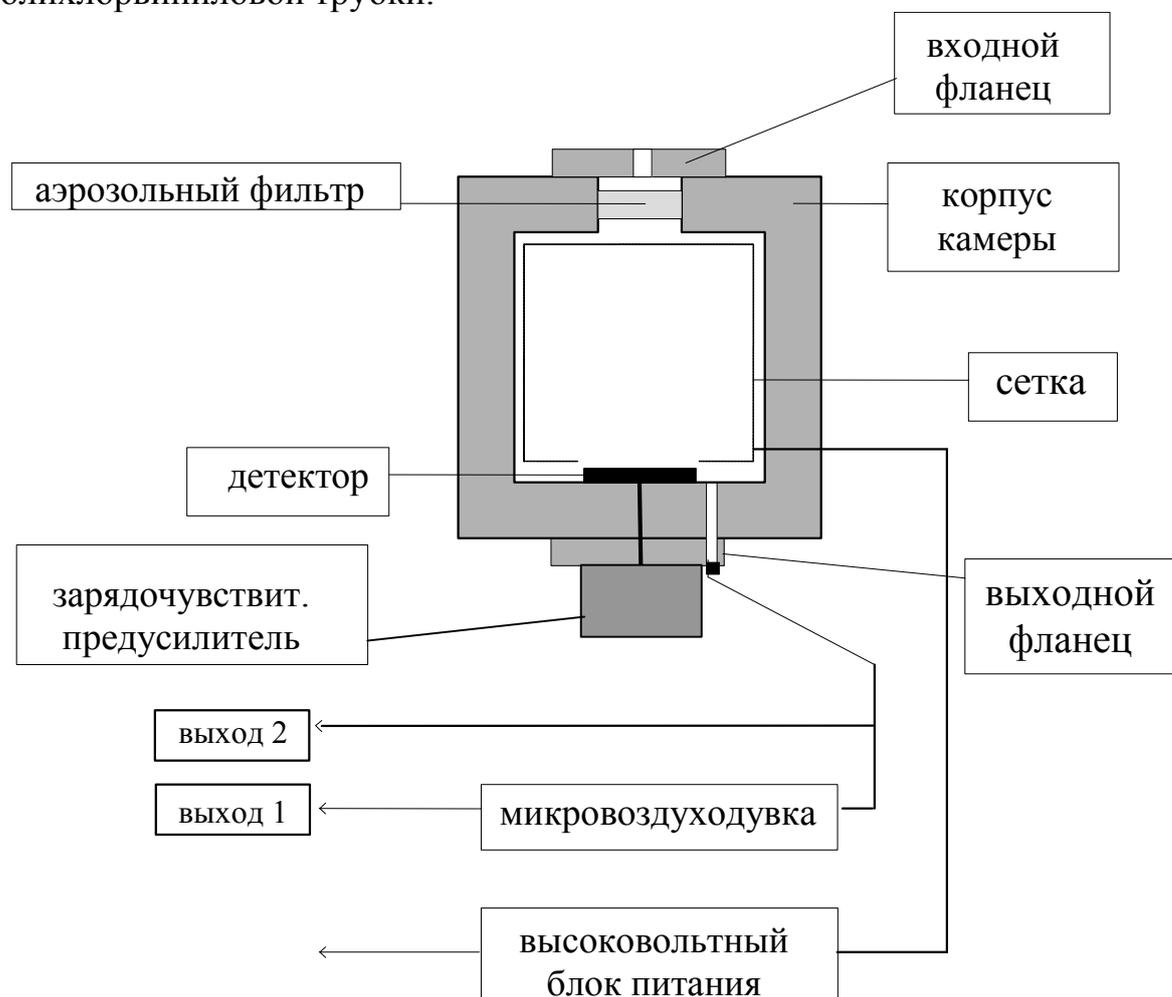

Рисунок 1. Блок детектирования.
1.4.2. Корпус блока детектирования (рис.1) выполнен из пластика и представляет собой пустотелый цилиндр (измерительная камера), герметично закрытый фланцами с двух сторон. На входном, переднем фланце размещен аэрозольный фильтр, а в центре другого - выходного установлен полупроводниковый детектор (ППД). Рядом крепится отсек с аккумуляторами для автономного питания радиометра и микровоздуходувка. Проба анализируемого воздуха засасывается в измерительную камеру через аэрозольный фильтр с помощью микровоздуходувки. Микровоздуходувка присоединена к измерительной камере через штуцер, расположенный на выходном фланце, с помощью полихлорвиниловой трубки.